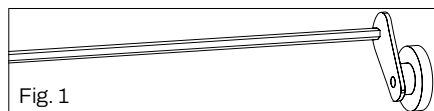

Fig. 1
Step 1 Azionare il meccanismo per movimentare il letto manualmente tramite l'apposita asta in dotazione (Fig. 1).